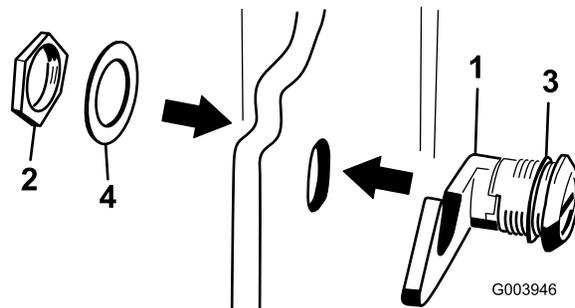

図 18
3. フードラッチアセンブリからナットを取り外す 図 18。